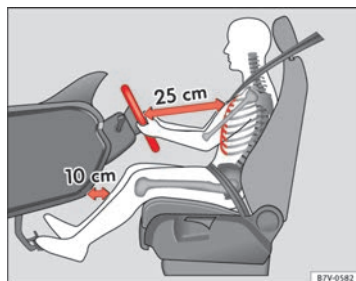
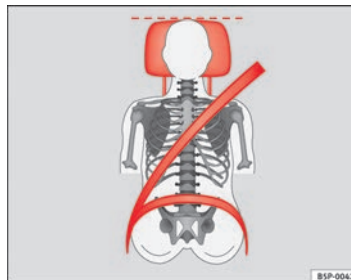

Abb. 1 Der richtige Abstand des Fahrers zum Lenkrad muss mindestens 25 cm (10 inch) betragen.
Abb. 2 Richtiger Gurtbandverlauf und richtige Kopfstützeinstellung.
- Kopfstütze so einstellen, dass die Oberkante der Kopfstütze sich möglichst auf einer Linie mit dem oberen Teil des Kopfs – jedoch nicht niedriger als Augenhöhe – befindet. Hinterkopf stets so nah wie möglich an der Kopfstütze positionieren → Abb. 1 und → Abb. 2.
- Lenkrad so einstellen, dass der Abstand zwischen Lenkrad und Brustbein mindestens 25 cm (10 inch) beträgt ⇒ Abb. 1 und das Lenkrad mit beiden Händen und leicht gebeugten Armen seitlich am äußeren Rand festgehalten werden kann.
- Fahrersitz in Längsrichtung so einstellen, dass die Pedale mit leicht angewinkelten Beinen durchgetreten werden können und der Abstand zur Instrumententafel im Kniebereich mindestens 10 cm (4 inch) beträgt ⇒ Abb. 1.